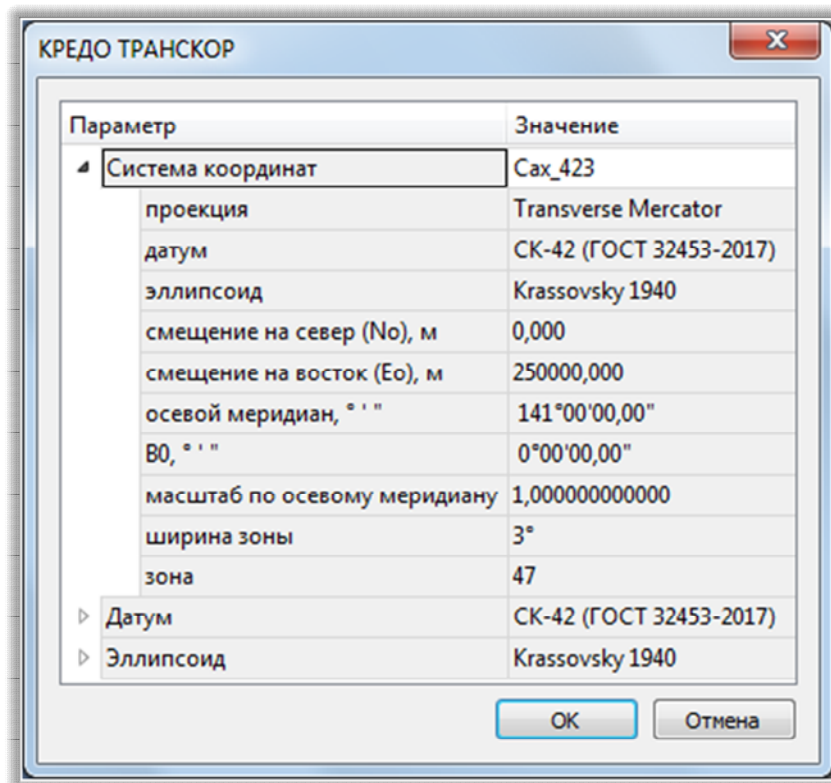

Рисунок 5.16
2. Создайте в геодезической библиотеке СК «*Сax_423*» (рисунок 5.16) и импортируйте её в правую панель (**Точки трансформации/Выбор СК/Импорт из геодезической библиотеки...**)